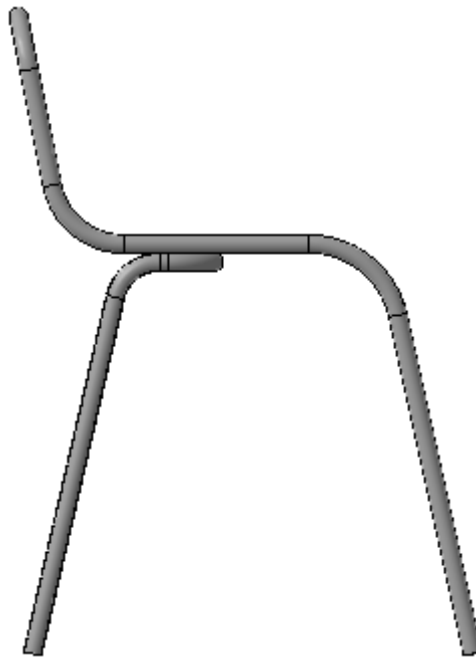

Рисунок 62
На экране откроется окно подчиненного режима спецификации. В таблице показаны все объекты спецификации, имеющиеся в модели (рис. 62).
- Раскройте список стандартных ориентаций и установите ориентацию Снизу (рис. 62).